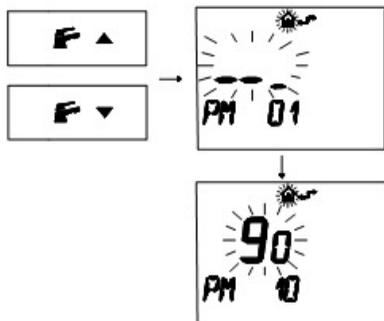

Figura 5.55
- Pulse los botones o para visualizar la programación "PM10" de selección de la frecuencia de encendido (Figura 5.55).
En la Figura 5.55 se muestra un punto de consigna programado de 90 equivalente a un tiempo